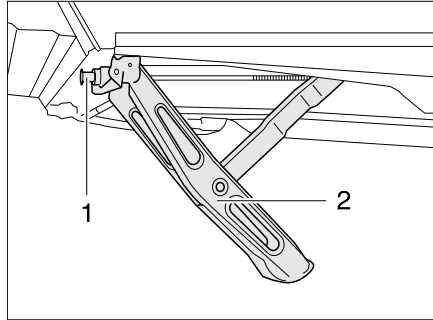

Bild 16 Kurbelstütze heruntergekurbelt
- Die serienmäßig beigelegte Handkurbel auf den Sechskant (Bild 16,1) der Kurbelstütze (Bild 16,2) stecken.